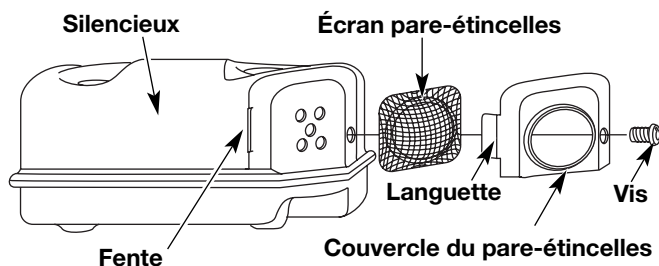

Fig. 46
2. Retirez la vis retenant le couvercle du pare-étincelles au silencieux à l'aide d'un tournevis à lame plate ou à mèche no. T-20 Torx (Fig. 46).